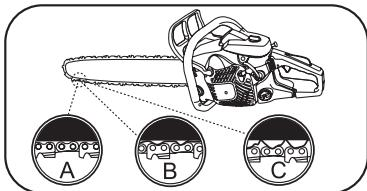

Рис. 4A
Рассмотрите (Рис. 4A), где показано правильное натяжение при холодной цепи (A), теплой цепи (B), а также цепи, натяжение которой необходимо отрегулировать (C).